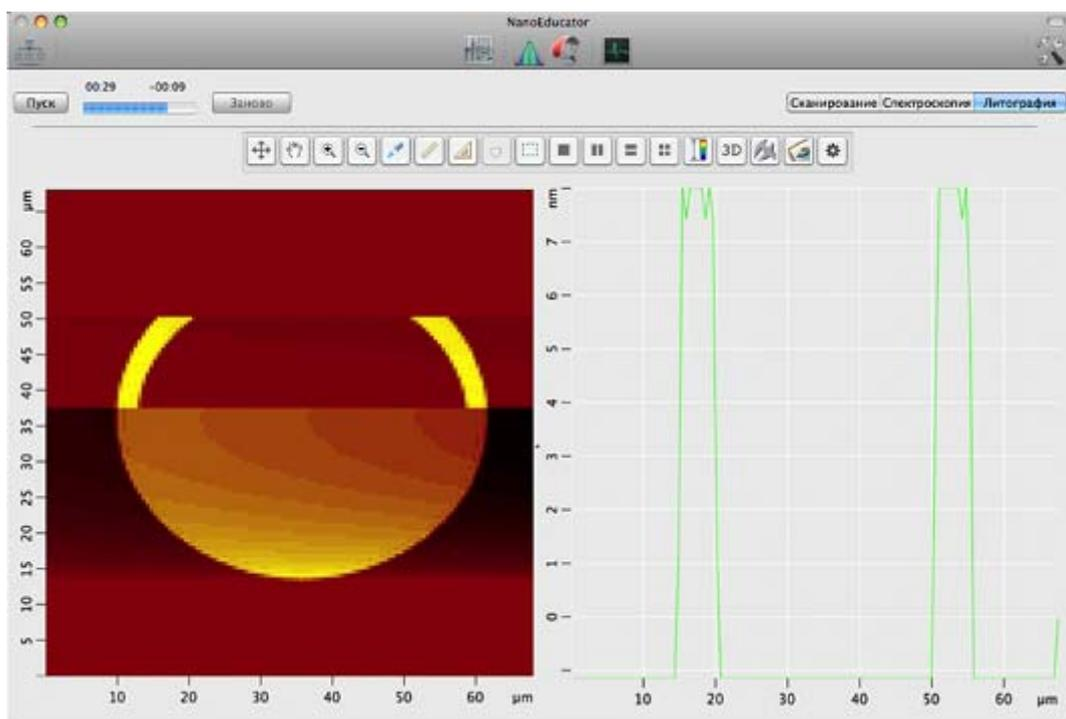

Рис. 4-26. Литография
5. Нажать кнопку **Пуск** в главном окне программы. После этого начинается процесс литографии. На прямом проходе осуществляется нанесение рисунка на поверхность образца. На обратном проходе происходит сканирование поверхности, результат сканирования отображается в области измерений (Рис. 4-26).